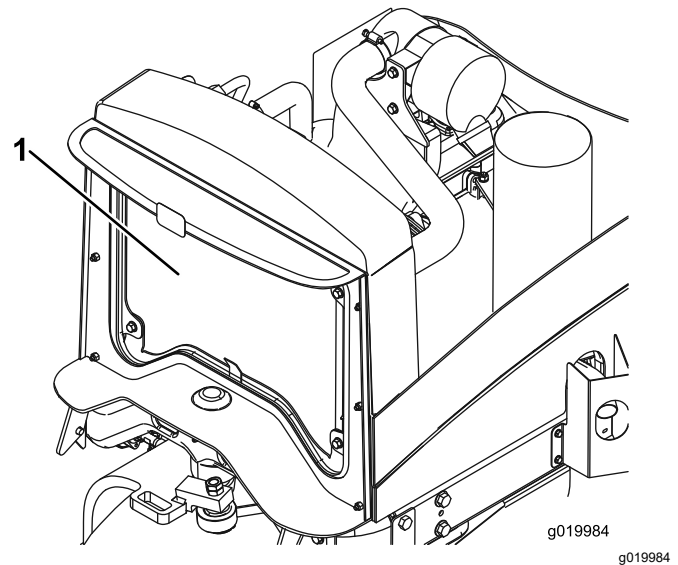

Figure 58
4. Nettoyez soigneusement les deux côtés du radiateur à l'air comprimé (Figure 58).